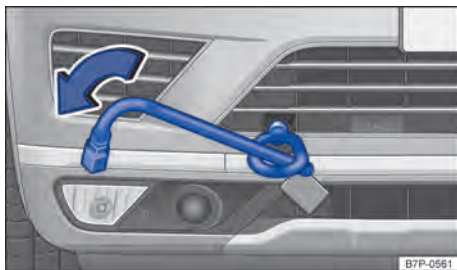

Fig. 306 No para-choque dianteiro à direita: rosquear a argola de reboque.
- Rosquear a argola de reboque tão firme quanto possível **no sentido anti-horário** no alojamento ⇒ Fig. 306 ⇒ . Utilizar um objeto apropriado com o qual a argola de reboque possa ser rosqueada com firmeza no alojamento.